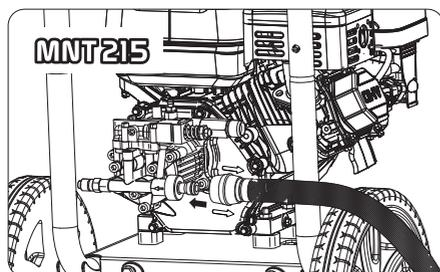

Fig.7
F. RACCORDEMENT DU TUYAU D'ARROSAGE AU NETTOYEUR HAUTE PRESSION (Voir fig. 7 et 7 bis)
Fig.7 bis